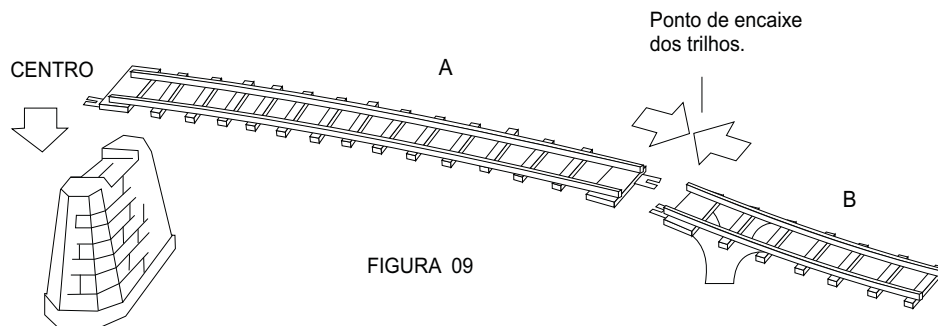

FIGURA 09
Encaixe o TOPO DO ACLIVE (A) no ACESSO DO ACLIVE (B) para formar a rampa (FIGURA 09)